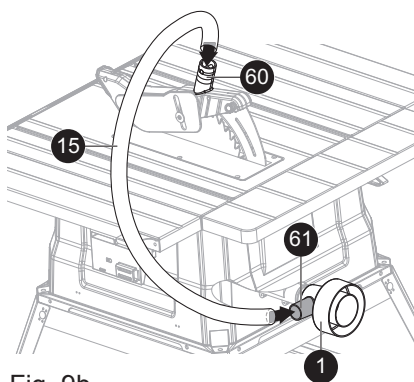

Fig. 9b
- > Conecte el tubo de aspiración de polvo [15] al puerto de extracción de polvo [60] situado en la protección de la hoja de sierra y el orificio B [61] al adaptador de aspiración de polvo [1] tal y como se muestra en la Fig. 9b.